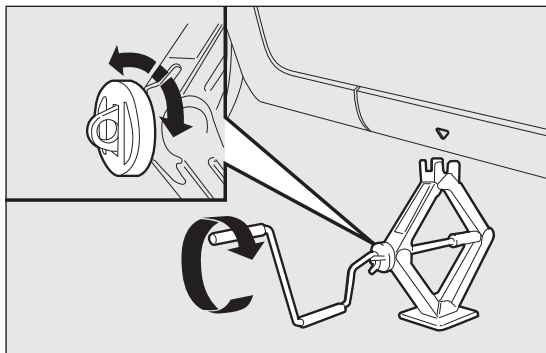
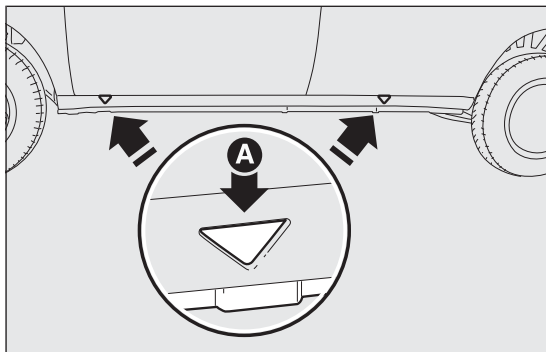

fig. 120
fig. 121
- ☐ accionar el gato, para abrirlo parcialmente fig. 120, a continuación, colocarlo debajo del vehículo a la altura de las marcas A fig. 121 cerca de la rueda que se debe sustituir;